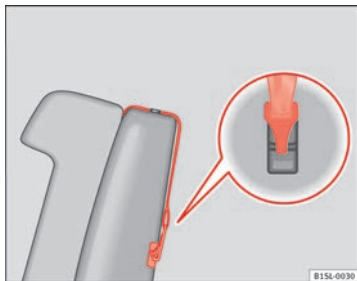

Abb. 54 Beispiel eines eingehängten oberen Befestigungsgurts.
- Oberen Befestigungsgurt im Gepäckraum in die entsprechende Halteöse einhaken ⇒ Abb. 54.